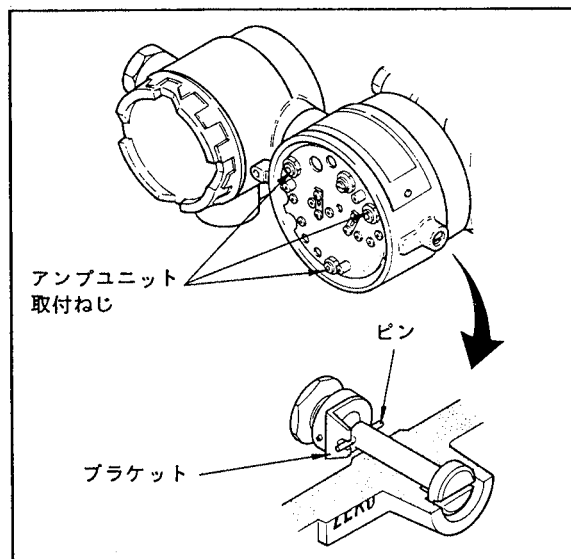

図6.4 アンプユニットを取りはずす場合のゼロ調整ねじの位置
- (4) ゼロ調整ねじをマイナスドライバで回し、ゼロ調整ボリュームのブラケットが図6.4のような位置になるようにします。